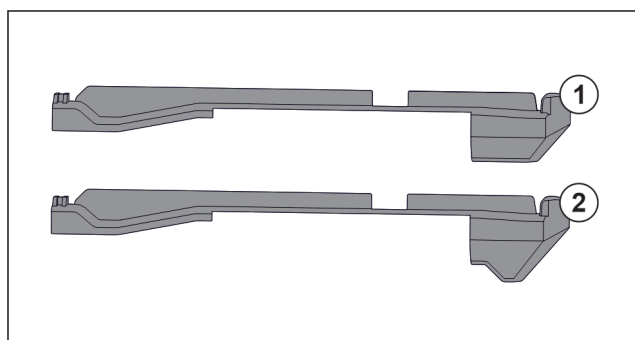

Fig. 123 Сравнение на наставките
В уреда има два вида наставки. Наставката над най-долното чекмедже Fig. 123 (2) има триъгълен ръб. Всички останали наставки Fig. 123 (1) имат прав ръб.
- Поставете наставката Fig. 123 (2) с триъгълния ръб над най-долното чекмедже.
- Поставете наставка Fig. 123 (1) с прав ръб на всички останали места.